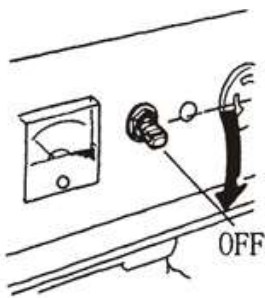

Рис. 34
6.1 Встановіть перемикач змінного струму в положення "OFF" (Рис. 34).